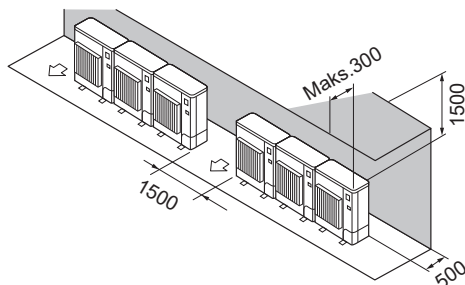

Fig. 2-14
(2) Hindringer kun bak og over (Fig. 2-14)